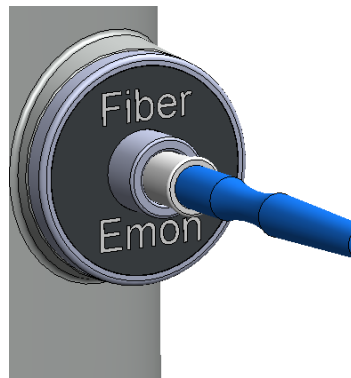

図 4-9 : 滅菌アダプター付きファイバーの挿入
- 滅菌アダプターを装着したファイバーを、前面パネルのエネルギーモニターの挿入口に、可能な限り奥まで挿入してください (図 4-9)。